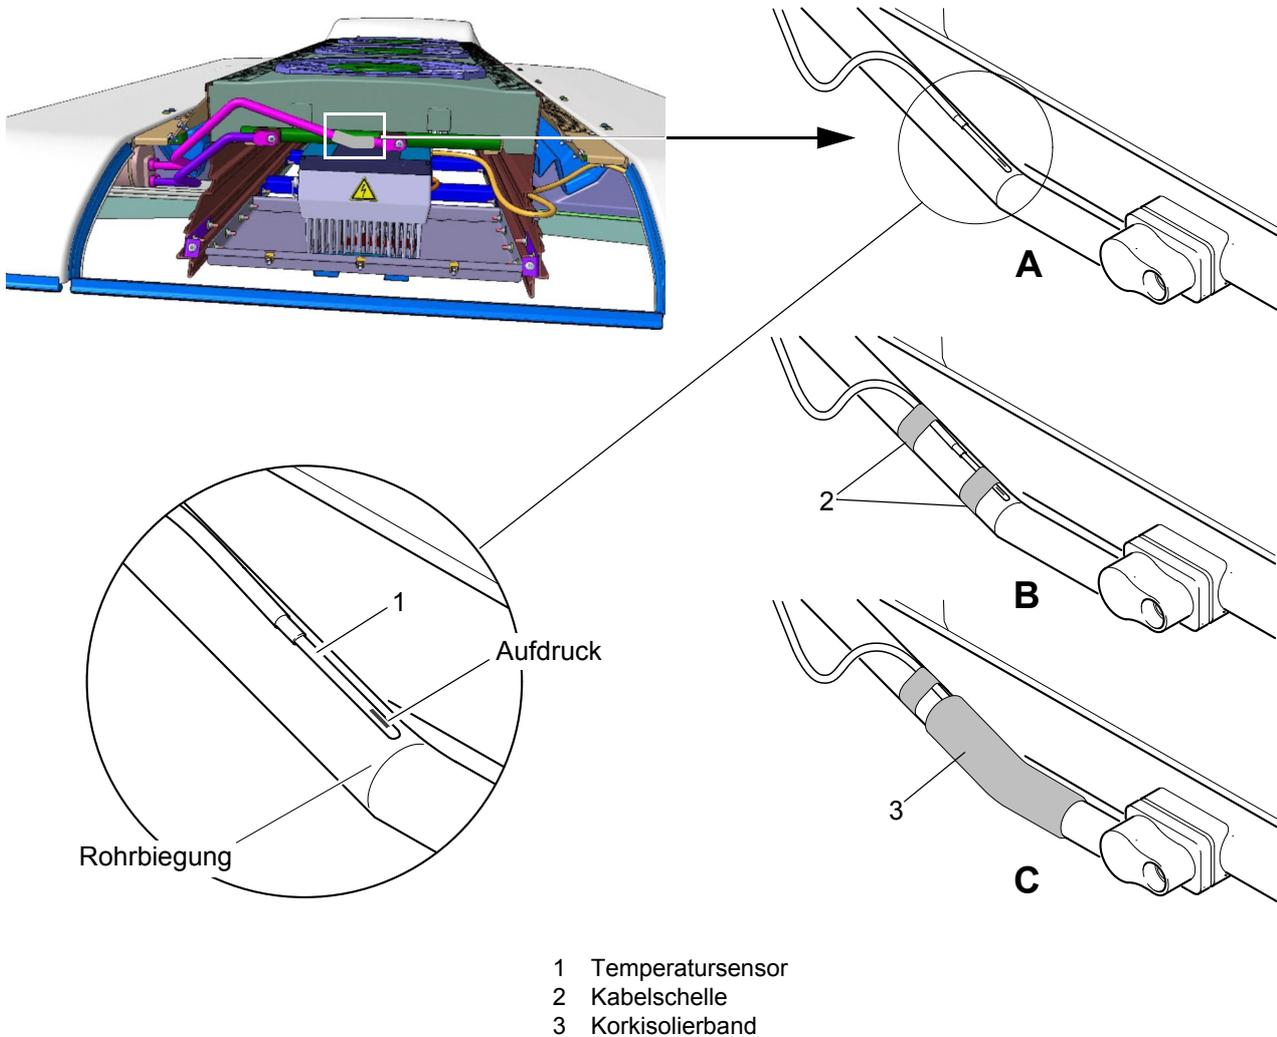

Abb. 909
Position am Kältemittelrohr Sammler-Verflüssiger (unmittelbar am linken Anschluss, siehe Abb. 909).
- Temperatursensor am Rohr positionieren (A, Abb. 909) und mit 2 Kabelschellen befestigen (B, Abb. 909).
Der Aufdruck an der Spitze des Temperatursensors **muss** nach oben zeigen. Die Spitze liegt ca. an der Biegung des Rohres, siehe Abb. 909.
- Temperatursensor mit Korkisolierband fixieren (C, Abb. 909).